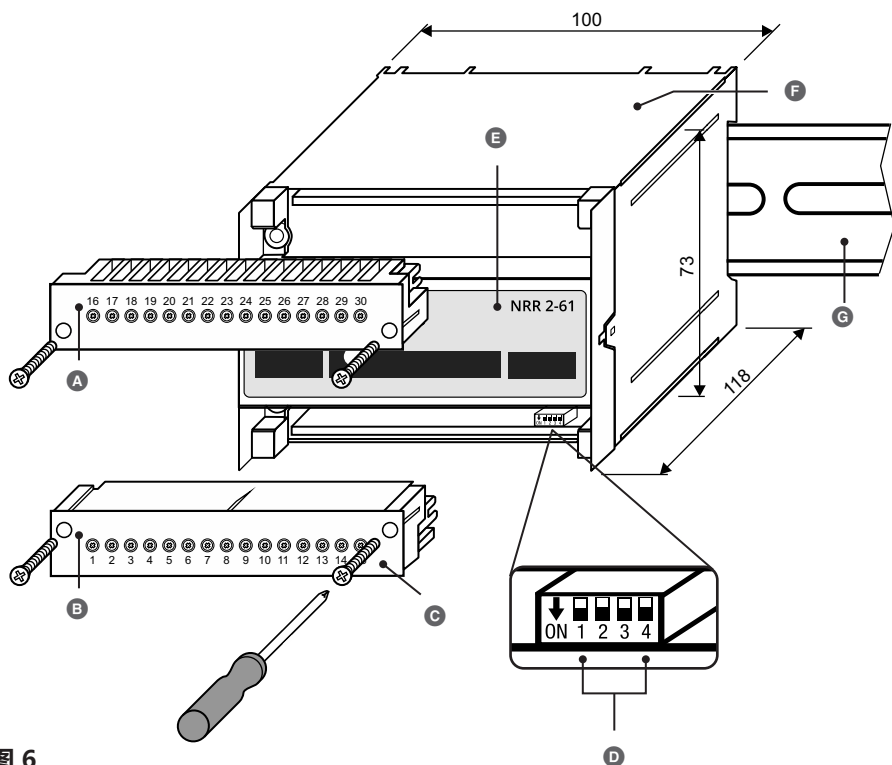

图 6
开关 D（参见 **图 6**）上随时更改液位控制器 NRR 2-61 的波特率和控制器组。
2. 松开并取下下方端子排，参见 **图 6**。
3. 在编码开关 D（参见 **图 6**）上进行所需设置，见第 23 页，**图 10**。
运行前，必须在编码开关 D 图 6 上确定液位控制器的控制器组和波特率。通过连接液位电极和在操作与可视化单元 URB 60 上设置相应参数，得到所需控制器功能。